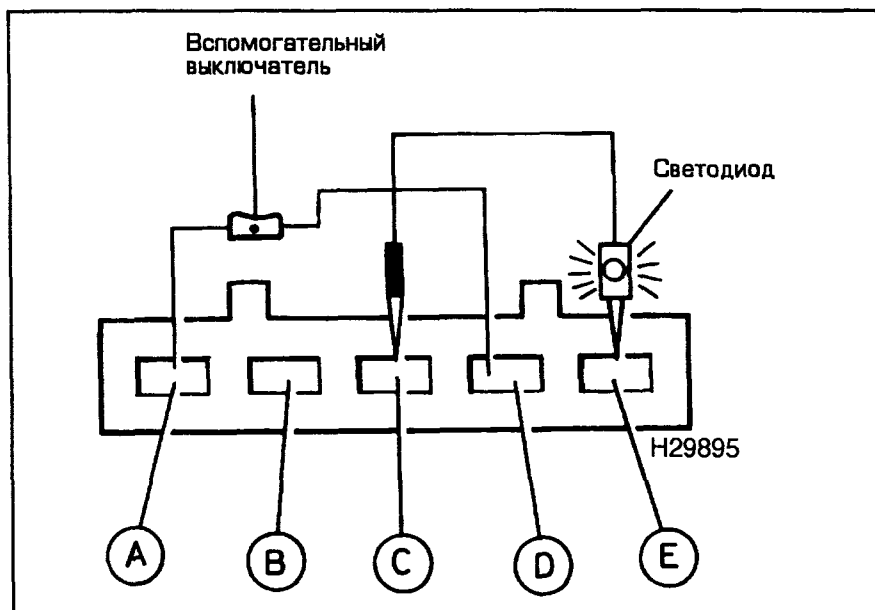

Рис. 31.2. Гнезда диагностического разъема
- 1 Подключите вспомогательный выключатель к клеммам A и D диагностического разъема (см. рис. 31.2).
- 1 Подключите вспомогательный выключатель к клеммам А и D диагностического разъема (см. рис. 31.2).